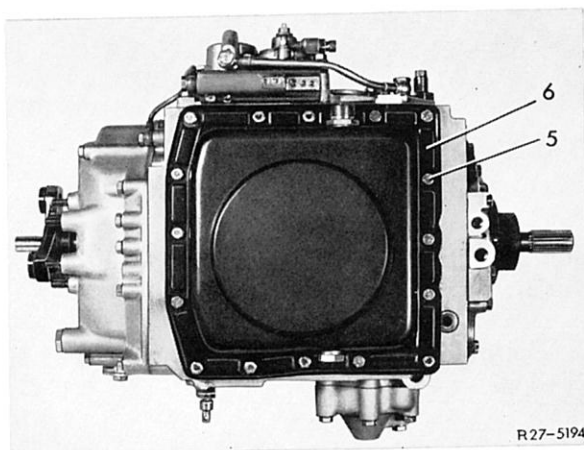

Bild 27-11/3
Achtung! Bereichswahlschieber (109) festhalten, damit er nicht herausfällt! (Bild 27-11/6).